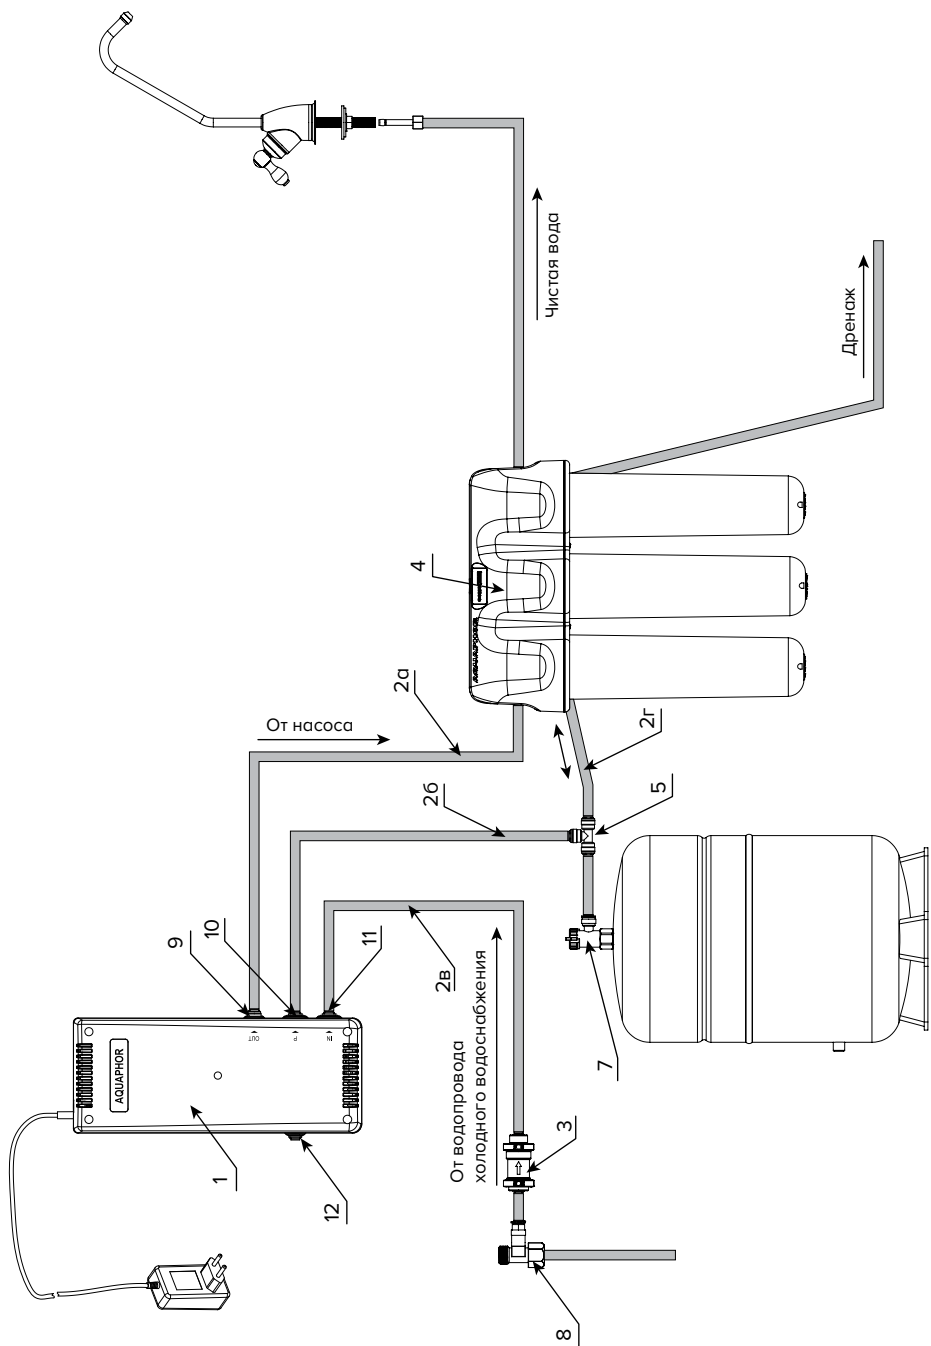

Рисунок 8. Схема подключения КПД водоочистителю Аквафор ОSMO Pro 50 (OSMO Pro 100)
## ПОДКЛЮЧЕНИЕ КПД К ВОДООЧИСТИТЕЛЮ АКВАФОР OSMO Pro 50 (OSMO Pro 100) (рис. 8)
- Отсоедините трубку JG (2а) от штуцера узла подключения (8).
- Трубку JG (2а) подсоедините к штуцеру (9) КПД.
- Трубку с редуктором (3) подсоедините к штуцеру узла подключения (8). Убедитесь, что направление стрелки на корпусе редуктора соответствует показанному на рис. 8. Далее соедините редуктор со штуцером (11) КПД трубкой JG (2в).
- Отсоедините трубку (2г) от выходного штуцера крана накопительного бака (7). На ее место установите трубку с тройником из комплектации КПД (5).
- К свободным выходам тройника подсоедините трубки (2г) и (2б). Затем второй конец трубки (2б) подсоедините к штуцеру (10) КПД.